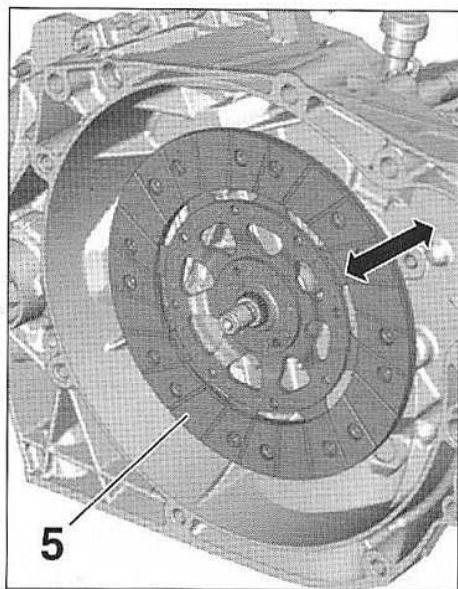

FIG.8
- Reposer le disque d'embrayage (5) sur l'arbre cannelé (Fig.8).